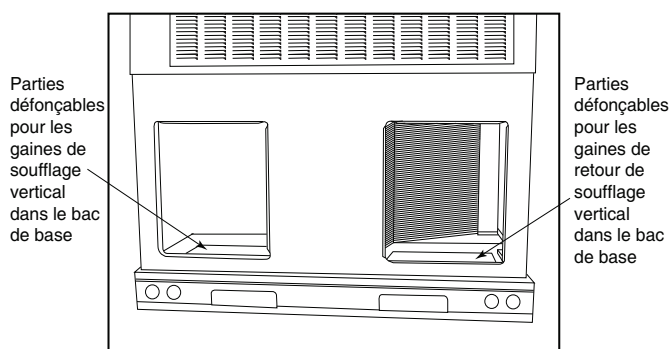

Fig. 8 – Ouvertures d'air de soufflage et de retour
Le carneau est attaché à la gaine d'air de retour aux fins d'expédition. Retirez le couvercle de la gaine pour accéder à l'ensemble (consultez la Fig. 8).
2. Retirez le carneau de son emplacement d'expédition, soit à l'intérieur du module de retour du ventilateur (consultez la Fig. 8). Retirez le couvercle de la gaine de retour pour accéder au carneau. Placez le carneau sur le panneau de fumée. Orientez les trous de vis du carneau avec ceux du panneau de fumée.
2. Retirez les couvercles de gaine métalliques horizontaux pour accéder aux parties défonçables pour les gaines de soufflage vertical dans le bac de base de l'appareil. (Consultez la Fig. 8.)